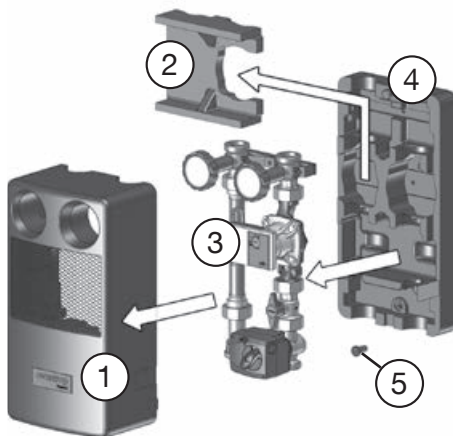

Fig. 8
6. Introduire la pièce intercalaire (5, jointe à la livraison) dans le perçage inférieur de la partie arrière de la coquille d'isolation (4) (fig. 8).
7. Placer le groupe de robinetterie (3) dans la partie arrière de la coquille d'isolation (4).
8. Fixer la station (groupe de robinetterie avec partie arrière de la coquille isolation) sur le mur à l'aide des vis à tête hexagonale (clé de 12) livrées. En haut, la station est fixée à l'aide de la fixation murale (3a) et en bas à l'aide de la pièce intercalaire (5) insérée dans la partie arrière de la coquille d'isolation (5).
9. Monter le bloc d'insertion (2).